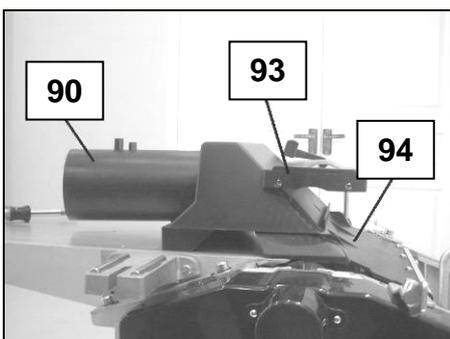

Fig 67
- Positionnez le collecteur de copeaux (90) sur l'éjecteur (94) et bloquez-le en position avec le protecteur d'arbre (93) (Fig 67).